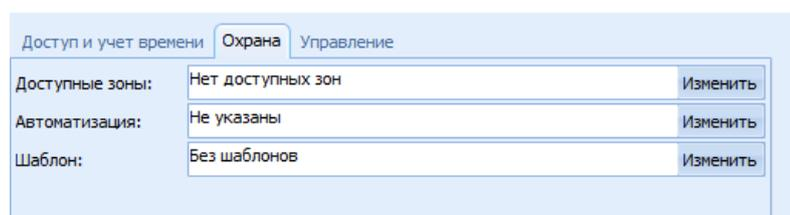

Рисунок 25.41 – Окно добавления нового сотрудника, вкладка Охрана
4) Вкладка **Охрана**. Можно выбрать (рисунок 25.41):